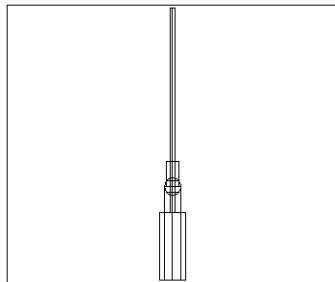

图 1-6
11. 作圆柱体。单击  按钮或者在命令行直接输入 cylinder。底面中心坐标为 0, 0, 400, 设定高度为 1200, 半径为 15。单击  按钮, 结果如图 1-6 所示。